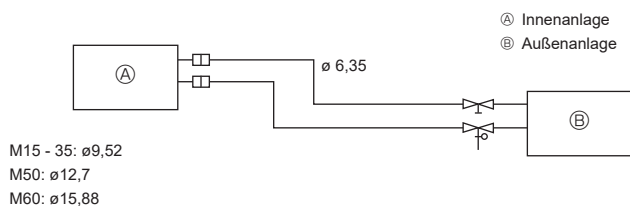

Fig. 5-1
5.2. Rohrleitung für Kältemittel (Fig. 5-1)